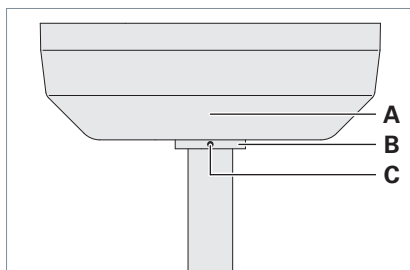

Fig. 6: Haube montieren.
- Schieben Sie die Haube **A** und den Ring **B** von unten auf das Deckenrohr und fixieren Sie beides mit dem Gewindestift **C**, siehe Fig. 6.